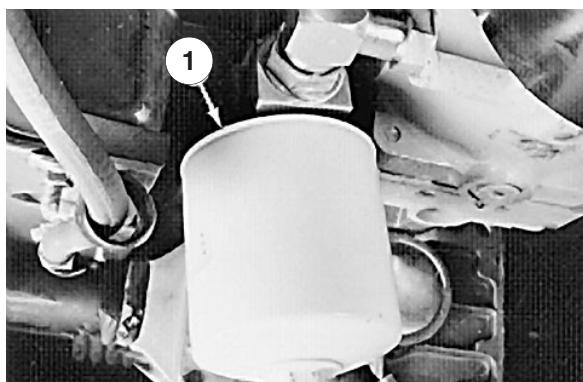

Bild 48
1. Reinigen Sie den Installationsbereich des Hydraulikölfilters. Nehmen Sie den Filter vom Untersatz ab (Bild 48) und reinigen Sie den Installationsbereich des Filters.